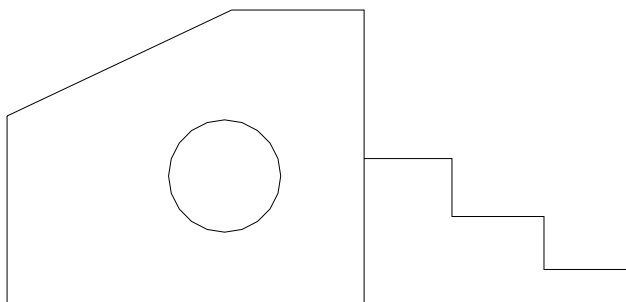

Figura 6.4 – Desenho de referência para cotagem
Antes de iniciarmos propriamente este item, é necessário que desenhemos alguns objetos na área de trabalho para servirem de referência aos comandos que serão apresentados nos próximos subitens. Dessa forma, utilizando o comando LINE e CIRCLE, desenha objetos similares aos apresentados na figura 6.4.
3. Os parâmetros que serão mais utilizados e que poderão ser modificados são listados a seguir. Esses parâmetros são definidos em unidades de desenho. Modifique-os de acordo com o exemplo da figura 6.4:
5. Os parâmetros que serão mais utilizados e que poderão ser modificados são listados a seguir. Esses parâmetros são definidos em unidades de desenho. Modifique-os de acordo com o exemplo da figura 6.4.
7. Os parâmetros que serão mais utilizados e que poderão ser modificados são listados a seguir. Esses parâmetros são definidos em unidades de desenho. Modifique-os de acordo com o exemplo da figura 6.4.